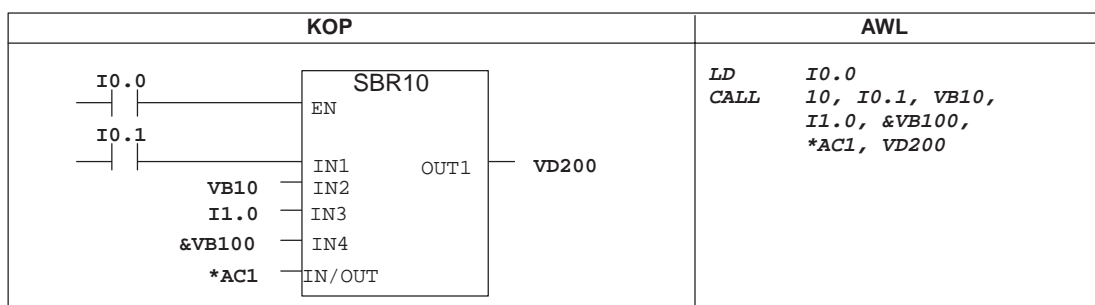

Figura 9-54 Llamada a subrutina en KOP y AWL
- **POWER FLOW:** La circulación de corriente booleana sólo se permite en las entradas binarias (booleanas). Dicha declaración le indica a STEP 7-Micro/WIN 32 que este tipo de parámetro de entrada es el resultado de la circulación de la corriente conforme a una combinación de operaciones lógicas con bits. Las entradas booleanas de circulación de corriente deben aparecer en la tabla de variables locales antes de cualquier otro tipo de entrada. Aquí se permite utilizar sólo parámetros de entrada. La entrada de habilitación (EN) y las entradas IN1 en la figura 9-54 usan la lógica booleana.
- **BOOL:** Este tipo de datos se utiliza para entradas y salidas binarias sencillas. IN2 en la figura 9-54 es una entrada booleana.
Los parámetros de dirección tales como IN4 en la figura 9-54 (&VB100) se transfieren a una subrutina como valor DWORD (palabra doble sin signo). El tipo de parámetro de una constante se debe indicar en la rutina de llamada mediante un descriptor delante del valor de la constante. Por ejemplo, para transferir como parámetro una constante de palabra doble sin signo cuyo valor sea 12.345, el parámetro de dicha constante se deberá indicar de la siguiente forma: DW#12345. Si se omite el descriptor de la constante, se podría deducir que la constante es de un tipo diferente.